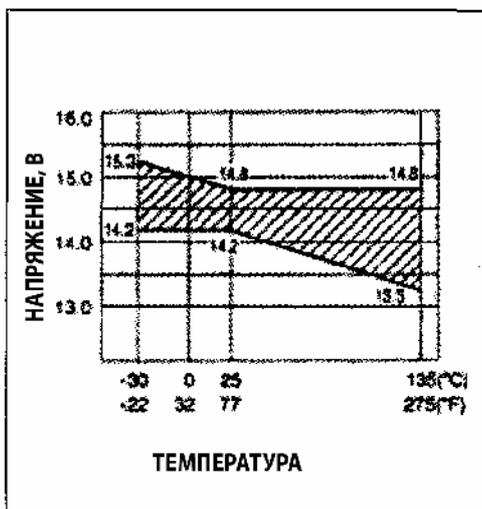

Рис. 235
Нормальное напряжение: 14.2-14.8V при 25°C (Рис. 235).
**Необходимо учитывать зависимость напряжения от температуры, как показано на рисунке слева (Рис. 235).**